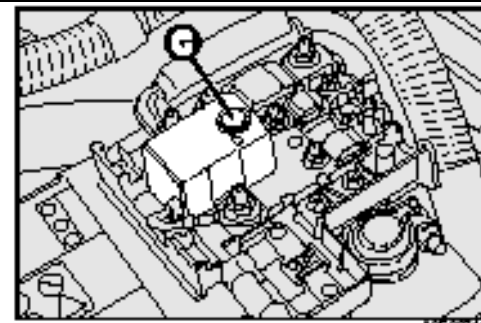

рис.63
- Нажмите кнопку С – рис.63 чтобы повторно включить выключатель подачи электрического питания.